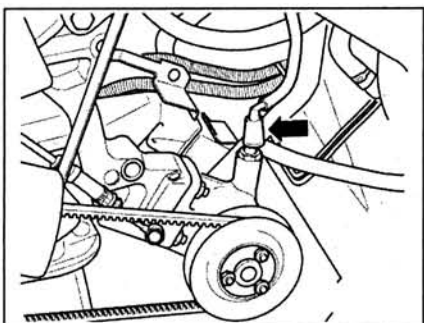

Рис. 2.21. Отсоедините трубку (стрелка) от вакуумного насоса.
16. Отсоедините трубку (стрелка) от вакуумного насоса (рис. 2.21).